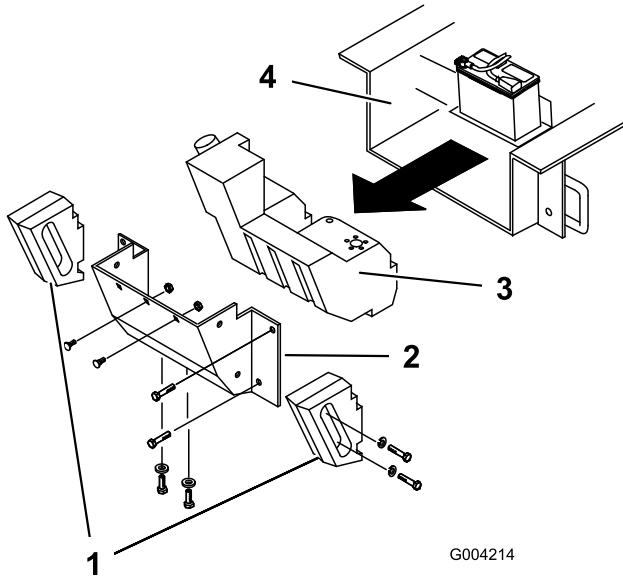

Figure 71
Pour cette raison, ouvrez régulièrement le capot et inspectez la zone au-dessous du moteur à l'aide d'une torche électrique. Si la couche de crasse fait entre 2,5 et 5 cm (1 et 2 po) d'épaisseur, suivez la procédure ci-après (consultez la Figure 71 à cet effet) :
5. Enlevez les boulons, les rondelles et les rondelles-freins de fixation des 2 masses latérales, puis déposez les masses (Figure 71).
8. Retirez les 6 écrous et boulons de fixation du panneau arrière et déposez le panneau (Figure 71).
10. Poussez le réservoir de carburant en arrière (Figure 71).
17. Glissez le réservoir partiellement dans le châssis (Figure 71).
23. Remettez le panneau arrière et fixez-le en place à l'aide des 6 boulons et écrous enlevés précédemment (Figure 71).
25. Montez les masses latérales à l'aide des boulons, rondelles et rondelles-freins enlevés précédemment (Figure 71).